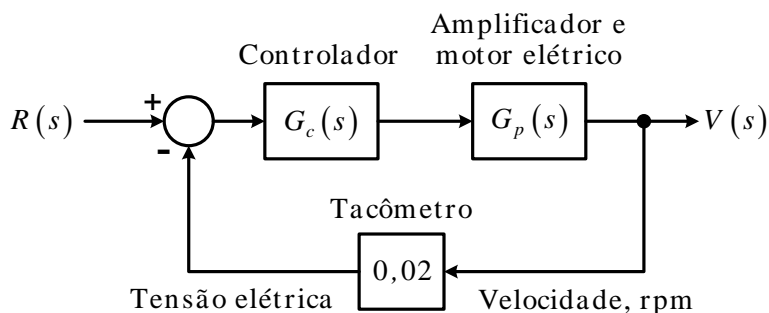

Figura 5
8. O sistema de controle de velocidade de um motor elétrico é mostrado na Figura 5. O sinal de entrada é uma tensão e representa a velocidade desejada.